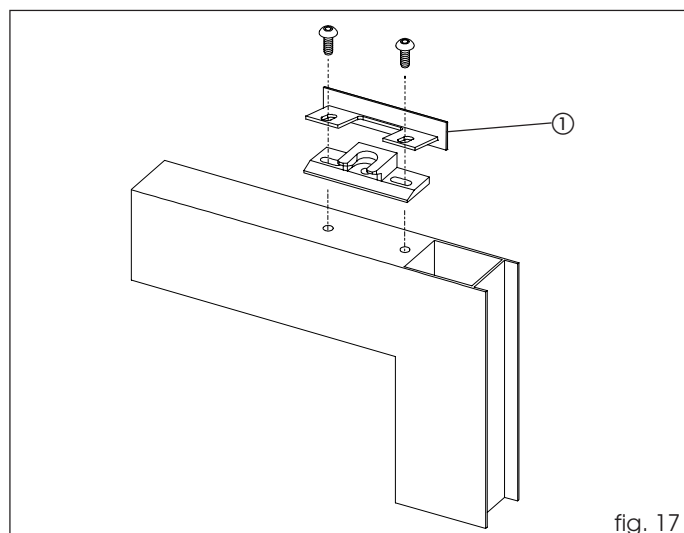

fig. 17
Avant de monter le bloc, positionner le couvercle de fermeture du carter d'après la fig. 17 réf. ①